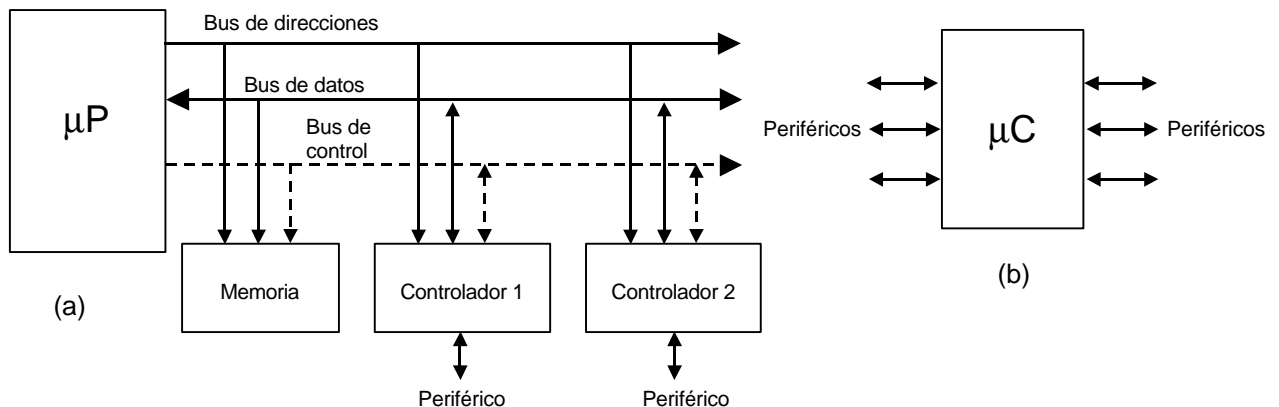

**Figura 6-1.** Aplicaciones de microcontroladores en un automóvil.
6. Industria de automoción (Figura 6-1).